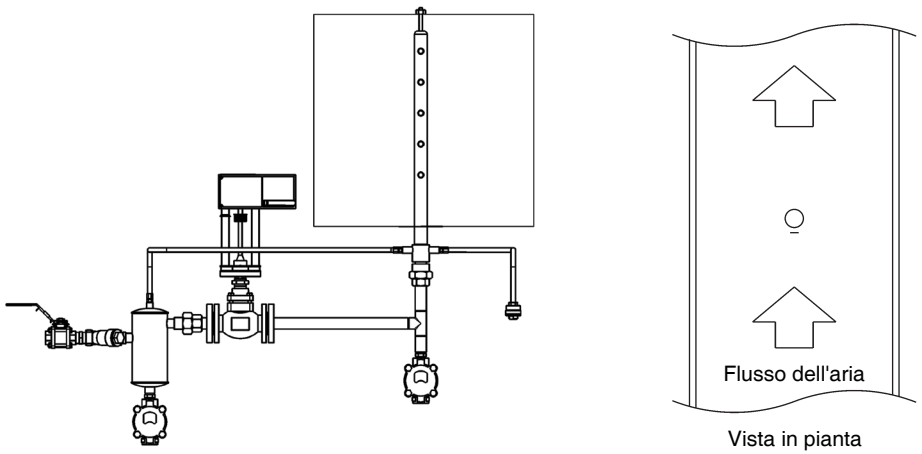

Fig. 11 - Canale orizzontale - Lancia verticale
- 3.2.2 Per un corretto funzionamento la lancia dovrà essere orientata con gli ugelli rivolti verso il flusso dell'aria (fa eccezione la sola combinazione indicata dalla fig. 11). Questa è una considerazione importante perché le lance possono essere inserite sia dal lato sinistro che da quello destro del condotto o della centrale di trattamento. Specificare dunque con l'ordine l'orientamento degli ugelli, se destro oppure sinistro.